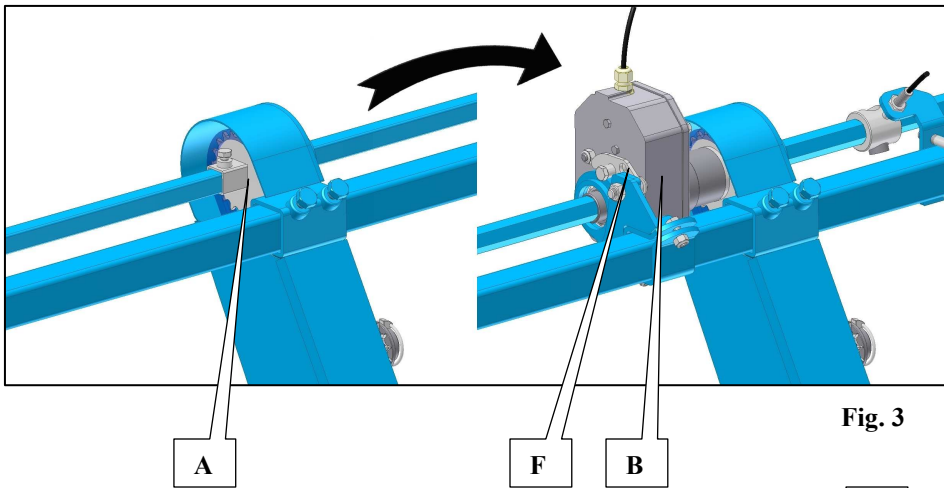

Fig. 3
Das Steuerpult funktioniert nur mit 12 Volt. Das Netzkabel vom Steuerpult ist mit einem normalisierten 12 V Stecker ausgerüstet, D (Abb. 3), der im Führerstand vom Traktor anzuschließen ist.
Der Stromkreis ist durch eine Sicherung, die sich in ihrem Sicherungshalter E (Abb. 3) befindet, geschützt. (Sicherung 10 Ampere)
- Enlever le pignon 20 dents (A fig.3), puis positionner la tête débrayable (B fig. 3) à la place.